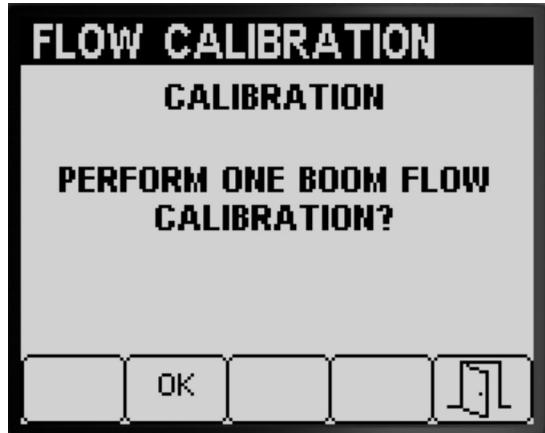

Рисунок 59
Если вы завершили калибровку трех секций опрыскивателя и калибровку двух секций опрыскивателя, инфо-центр предложит выполнить калибровку одной секции опрыскивателя (Рисунок 59); выполните одно из следующих действий:
- Если вам не нужно выполнять калибровку одной секции опрыскивателя, нажмите кнопку 5 для возврата на экран Calibrate (Калибровка) (Рисунок 59).